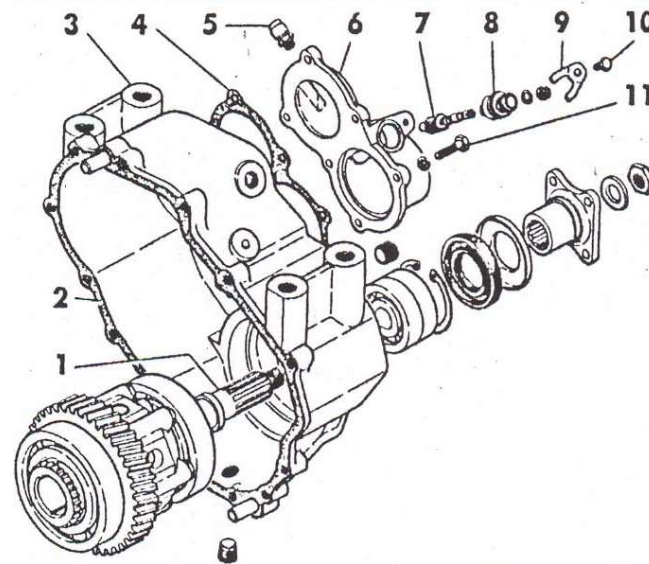

Рис.6.16 Детали заднего картера раздаточной коробки:
- отвернуть болты 11 (рис. 6.16) крепления задней крышки 6 подшипника первичного вала и снять заднюю крышку;
При разборке задней крышки коробки привода заднего ведущего моста (при исполнении с водомётом - передней крышки) необходимо отвернуть болт 10 (рис. 6.16) и снять стопор 9, после этого извлечь из крышки штуцер 8 и ведомую шестерню 7 привода спидометра.